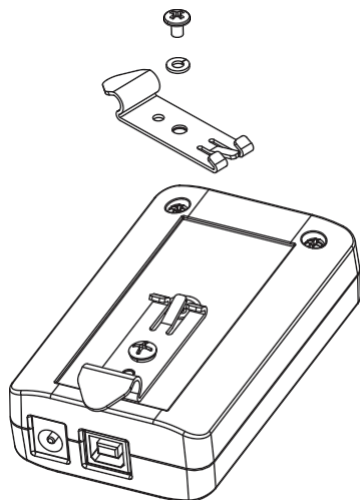

Abbildung 1
1. Verwenden Sie den **Führungsstift** an der Unterseite des **galvanischen USB 2.0-Isolators**, um das **Montagekit für die DIN-Schiene** in der richtigen Position auszurichten. Verwenden Sie einen Kreuzschlitzschraubendreher, um die selbstschneidende Schraube zu installieren und das **DIN-Schienen-Montagekit** zu sichern. (Abbildung 1)